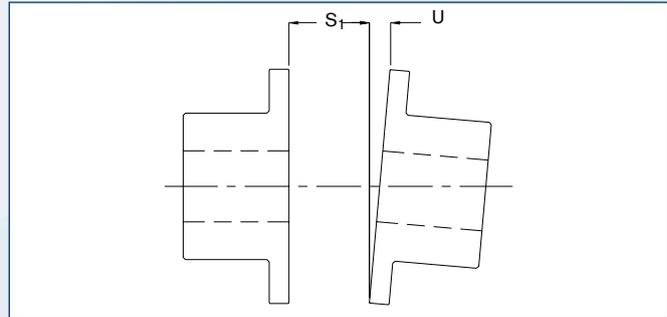

Abb. 5
3. Es ist sinnvoll, die Kupplungsausrichtung ein letztes Mal vor Fertigstellung der Montage zu überprüfen. Dies kann gemacht werden, indem man den Lamellenpaketabstand an 2 Stellen 180 Grad auseinander misst (Abb. 5), um die (2) Längen zu erhalten. Die Differenz dieser beiden Messungen sollte den Wert (U) nicht überschreiten. Siehe Tabelle 7, Seite 54. Dies ist der letzte Schritt der Kupplungsmontage.